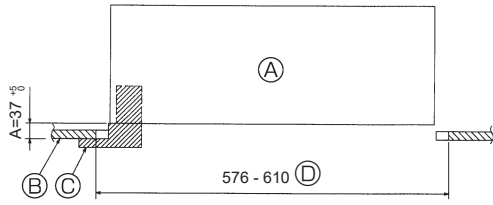

Fig. 10-2
10.2. Izgarayı takma hazırlığı (Fig. 10-2)